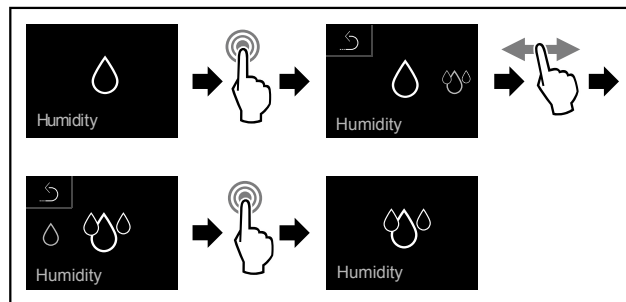

Fig. 69
- ▶ Выполните шаги действия (см. Fig. 69).